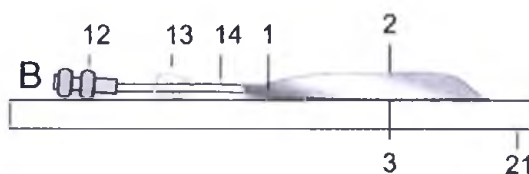

Рис. 2 Лиофилизация плазмы в контейнере «Лиокон»
1. Поместите контейнер 1 с плазмой и отсоединенными линиями А и Б на полку 21 лиофильной сушилки ТГ-50, как показано на рис.2. Паропроницаемая мембранная поверхность 2 контейнера 1 должна находиться сверху, а противоположная прозрачная поверхность плотно прилегать к полке.